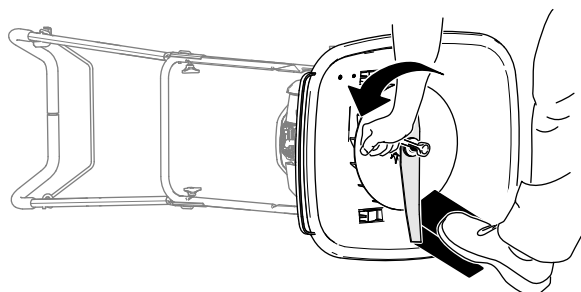

Figura 30
4. Utilize um bloco de madeira para manter a lâmina segura (Figura 30).